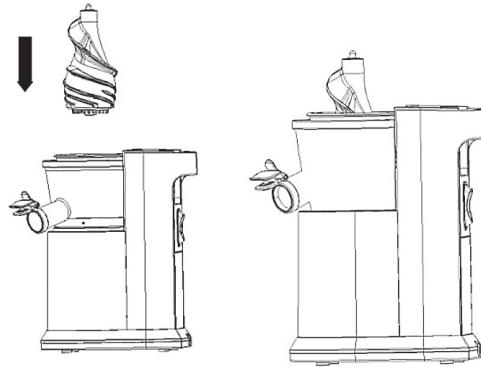

Fig. 3
3. Placez la vis sans fin à l'intérieur du bol. (Figure 3)